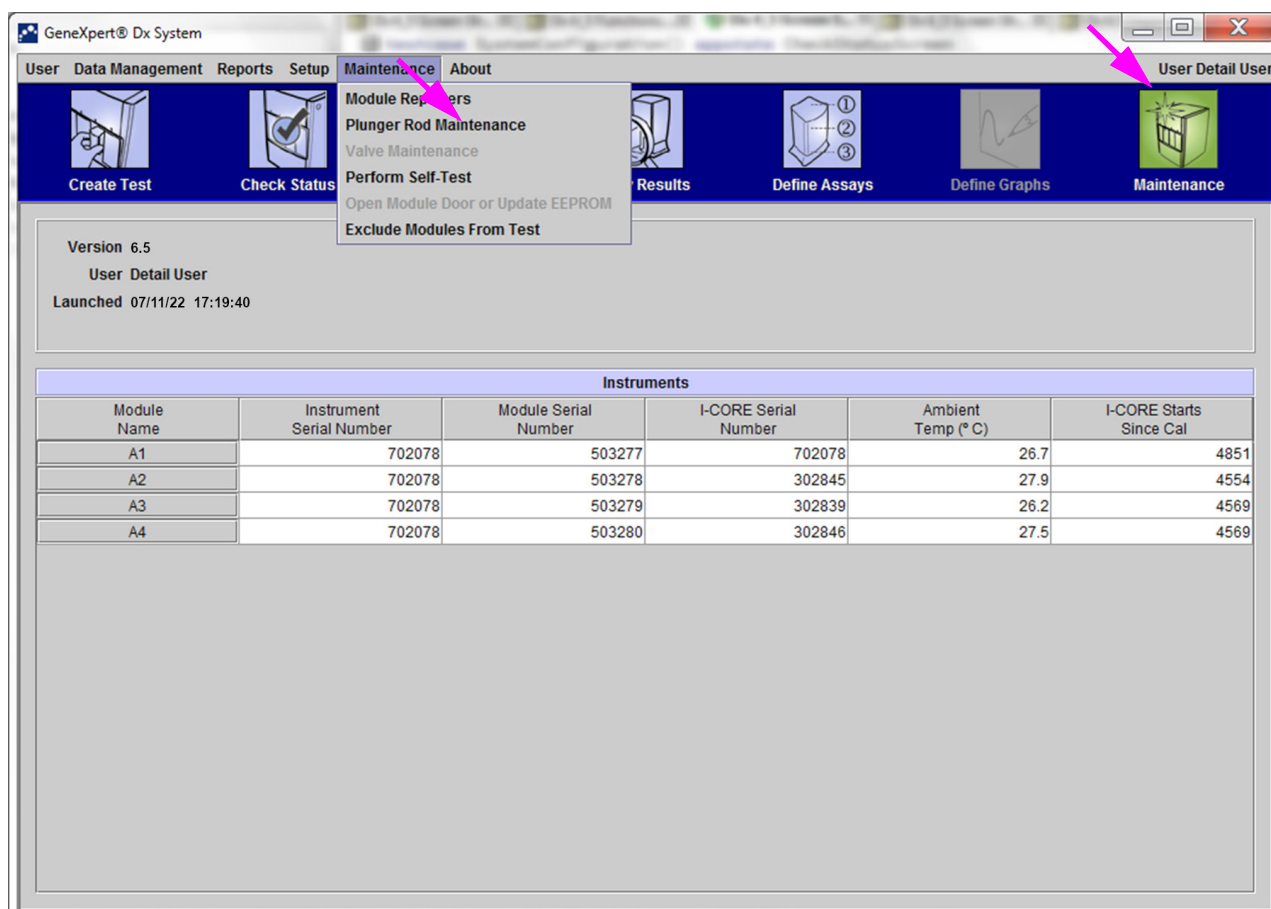
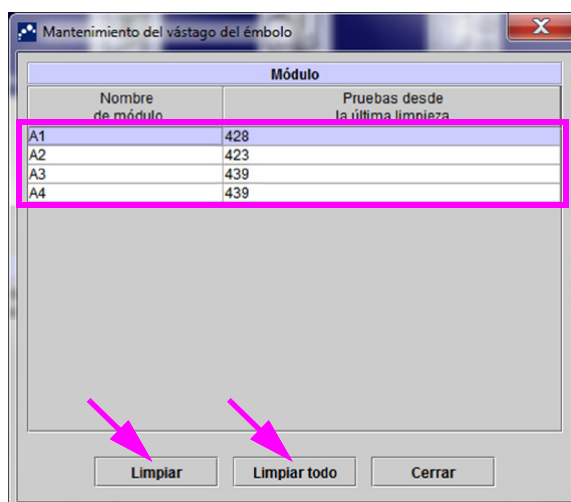
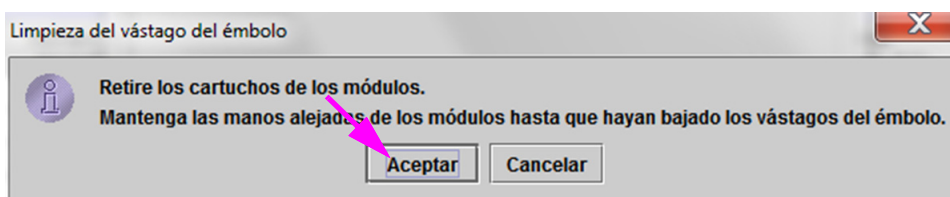

Figura 9-2. Ventana GeneXpert Dx System
Figura 9-3. El cuadro de diálogo Mantenimiento del vástago del émbolo
Figura 9-4. Cuadro de diálogo Limpieza del vástago del émbolo
2. En la ventana GeneXpert Dx System, haga clic en el icono **Mantenimiento** (consulte la figura 9-2). Aparece la pantalla **Mantenimiento**.
3. Haga clic en **Mantenimiento** en la barra de menús (consulte la figura 9-2) y seleccione **Mantenimiento del vástago del émbolo**. Aparece el cuadro de diálogo **Mantenimiento del vástago del émbolo**. Consulte la figura 9-3.
4. En la tabla **Módulo**, seleccione los módulos que desee limpiar y, a continuación, seleccione **Limpiar** o **Limpiar todo** (consulte la figura 9-3). Aparece el cuadro de diálogo Limpieza del vástago del émbolo (consulte la figura 9-4).